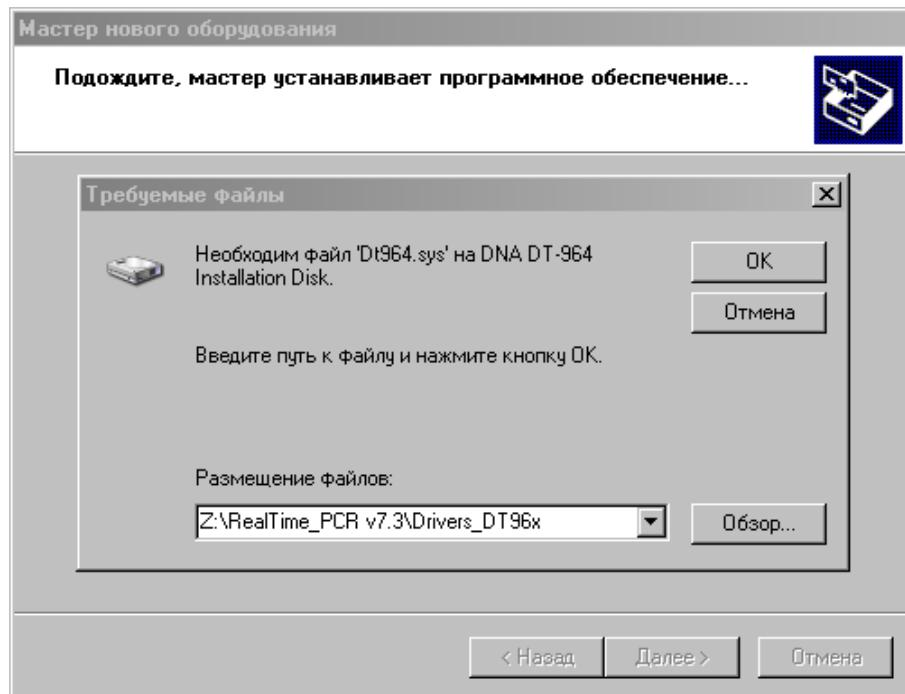

Рис.9. Поиск файла Dt964R.sys на компакт-диске
- В следующем окне мастера (Рис.9) укажите путь к файлу Dt964.sys на компакт-диске для чего нажмите кнопку **Обзор**.
- Убедившись, что путь к файлу в окне (Рис.9) указан правильно, нажмите кнопку **OK**.